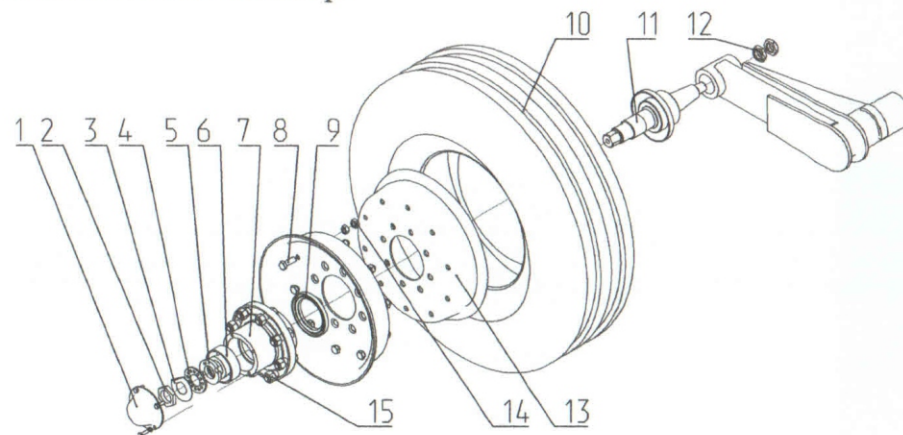

Рис.9 Колесо опорное колёсной пары центральной секции.
3.3.4. Опорные колеса (Рис.9) установлены в конусные втулки штанги и зафиксированы гайками поз.12.